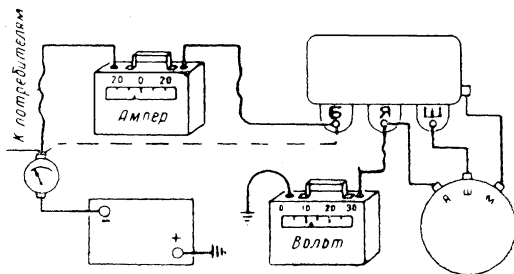

Рис. 50. Схема проверки реле обратного тока.
1. От'единить провод от клеммы Б реле-регулятора и включить между этим проводом и клеммой Б контрольный амперметр как указано на рис. 50.